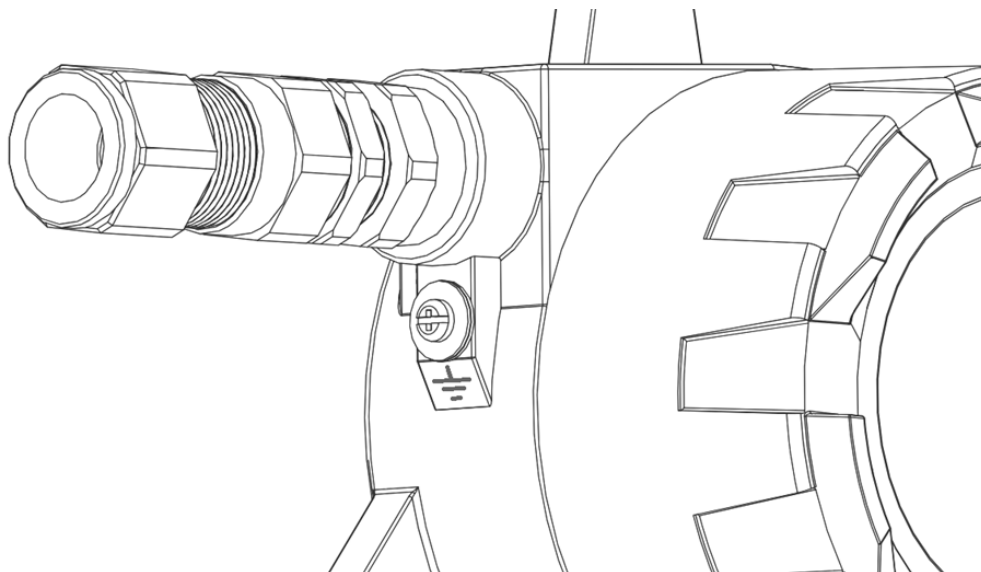

Рисунок 19 — Контакт подключения заземления
3.4.12 В целях обеспечения защитного заземления в соответствии с главой 7.3 ПУЭ корпус газоанализатора должен быть заземлен. Для этого на корпусе предусмотрен внешний винт заземления и знак заземления по ГОСТ 21130–75 (рисунок 19). В качестве заземляющих проводников должны использоваться проводники, специально предназначенные для этой цели.